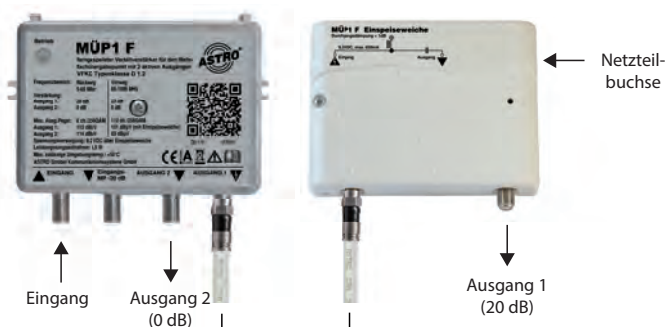

Bild 3: Stromspeiseweiche und MÜP verbinden
1. Verbinden Sie die Eingangsbuchse der Stromspeiseweiche mit der Ausgangsbuchse 1 des MÜP1 F mit Hilfe eines zuvor konfektionierten Koaxialkabels (siehe Bild 3, unten).